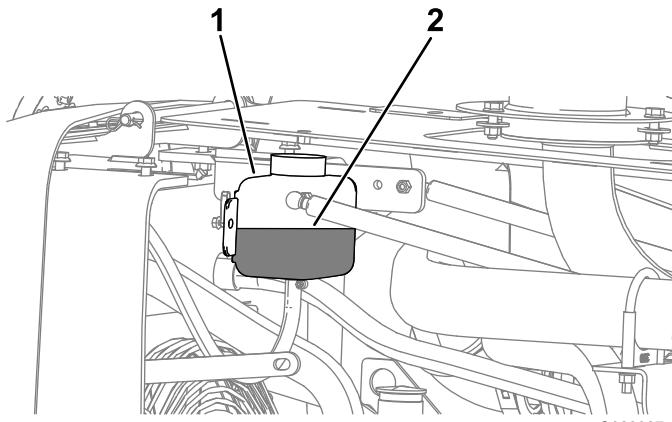
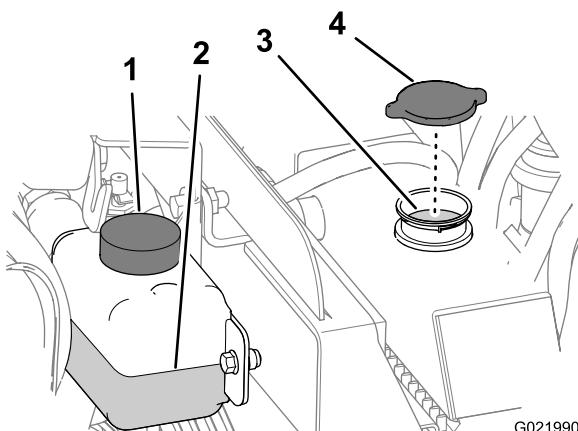

Рисунок 138
Рисунок 139
4. Проверьте уровень охлаждающей жидкости в резервуаре (Рисунок 138).
4. Снимите крышку с горловины заливного отверстия радиатора и проверьте уровень охлаждающей жидкости (Рисунок 138 и Рисунок 139),
5. Если уровень охлаждающей жидкости низкий, добавьте охлаждающую жидкость до низа заливной горловины (Рисунок 139).
6. Установите на место крышку заливной горловины радиатора и убедитесь, что она надежно уплотнена (Рисунок 139).
4. Снимите крышку радиатора (Рисунок 139).
2. Снимите крышку радиатора (Рисунок 139).
4. Установите крышку радиатора (Рисунок 139).